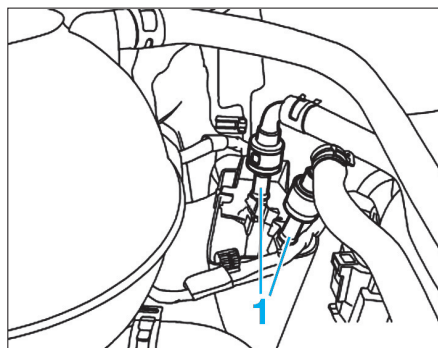

Fig. 39
- Débrancher les durits d'alimentation et de retour de carburant (1) (Fig.39).